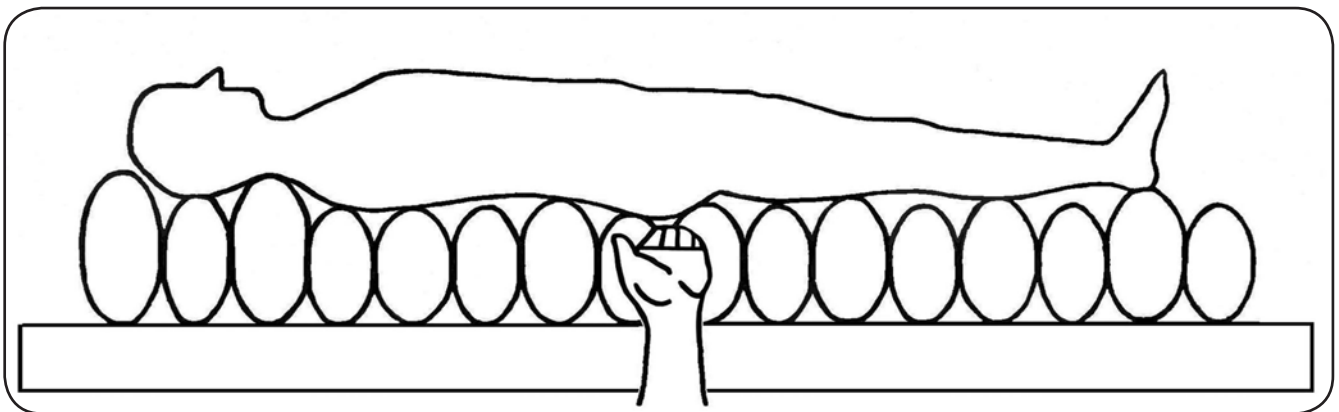

Abbildung 10
8. Kontrollieren Sie jetzt den eingestellten Druck mit dem Handtest. Schieben Sie die flache Hand zwischen das Gesäß des Patienten und der entlüfteten Zelle der Wechseldruckmatratze. Zur optimalen Lagerung muss zwischen Gesäß und der entlüfteten Zelle ein Abstand von ca. 3-4 cm sein (siehe Abbildung 10).